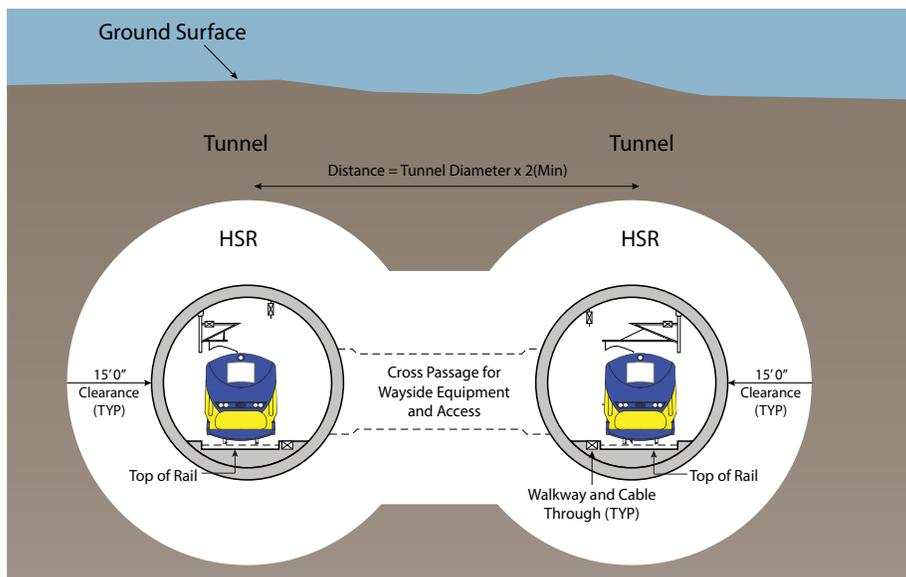

Figura 1. Ilustración de corte transversal que demuestra la configuración típica de un túnel de doble perforación.
Para la construcción del sistema ferroviario de alta velocidad de California hará falta entre 40 y 50 millas de túneles que atraviesen las regiones montañosas entre el norte y el sur de California. Los trenes de alta velocidad en el norte de California atravesarán 15 millas de túneles entre el Paso Pacheco y la Cordillera del Diablo (Figura 1), un enlace crucial entre el Área de la Bahía de San Francisco y el Valle Central:
- La configuración típica del túnel consiste en túneles gemelos con una vía en cada túnel (Figura 1), aunque también es factible hacer una perforación con dos vías.
Los análisis preliminares de ingeniería han identificado la tuneladora como el método de construcción más probable para los túneles del ferrocarril de alta velocidad en el Paso Pacheco. Se usarán las rozadoras para excavar los pasillos transversales (Figura 1), que se construyen en ciertos intervalos para mover equipo y para las evacuaciones en caso de emergencia. Estos métodos se confirmarán en una fase futura del diseño, una vez que se haya seleccionado al contratista y se haya terminado la fase final del diseño.